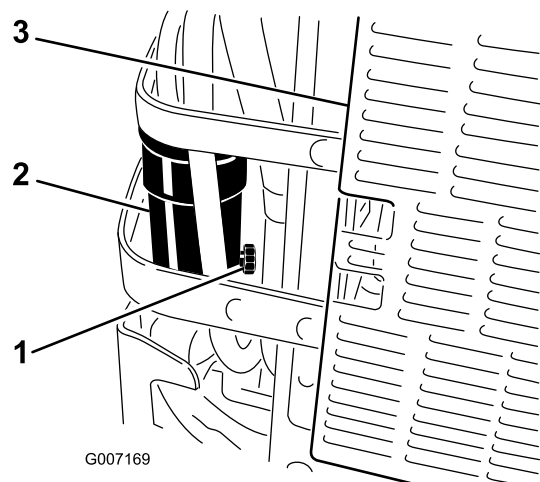

Figure 48
6. Dévissez le robinet de vidange du séparateur d'eau d'un tour environ pour vidanger l'eau et autres contaminants (Figure 48).
7. Fermez le robinet de vidange lorsque le gazole commence à sortir (Figure 48).